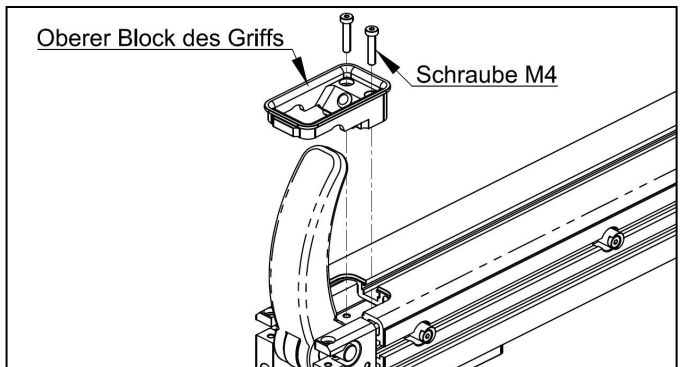

Abb. 9-7
(7) Nehmen Sie den oberen Block des Griffs heraus, indem Sie zwei M4-Schrauben entfernen, wie in Abbildung 9-7 dargestellt.